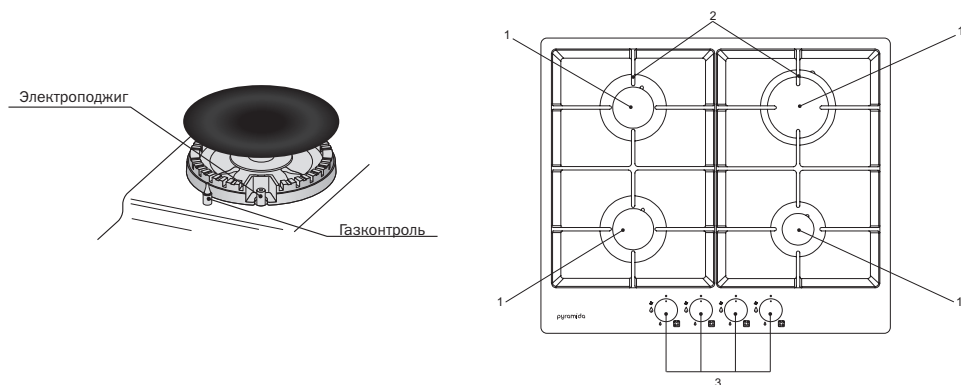

Рис. 11
- Модели с электроподжигом (Рис. 11) оснащены специальными газовыми кранами с функцией электрического поджига. В этом случае символ электроподжига «» изображен около каждой ручки управления.
- Включение газовой горелки с газконтролем (Рис. 11). Нажмите и поверните ручку, соответствующую выбранной газовой горелке, против часовой стрелки к позиции «» (сильное пламя). Когда газовая горелка воспламенилась, удерживайте ручку нажатой примерно 5-10 секунд, чтобы пламя нагрело термопару газконтроля.